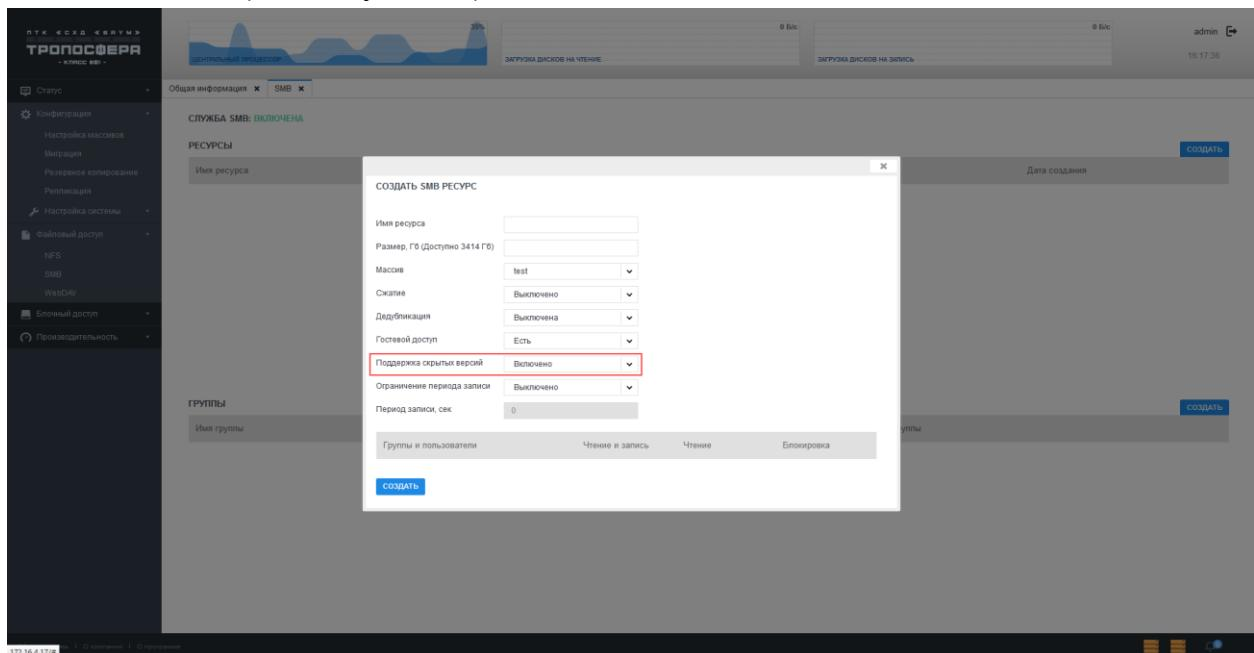

Рисунок 60 – Поддержка скрытых версий
- 1) Создать SMB том с поддержкой скрытых версий: «Поддержка скрытых версий» → «Включена» (см. Рисунок 60).